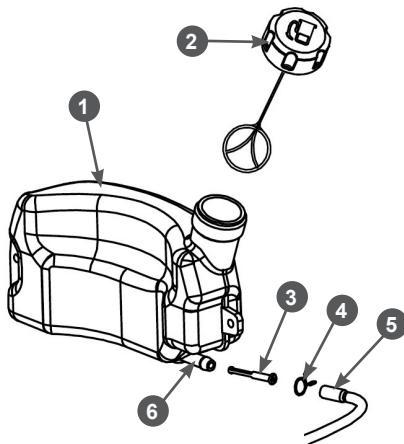

Рис. 24. Обслуживание топливного фильтра и топливного бака
- Снимите хомут 4 топливного шланга и снимите шланг 5 со штуцера 6 топливного бака (Рис. 24).
- Извлеките топливный фильтр 3 (Рис. 24). Проверьте его целостность и чистоту, при необходимости промойте чистым бензином или замените.